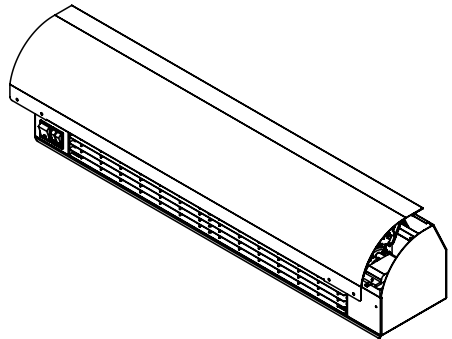

Рисунок 5
- Удерживая крышку за верхнюю часть, аккуратно снять последнюю с завесы (см. рисунок 5).